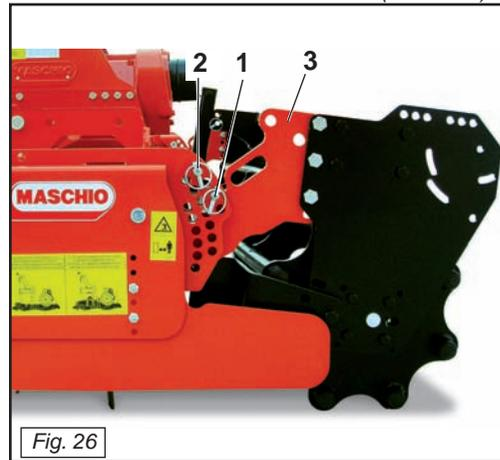

Fig. 26
A differenza della precedente il perno (2 Fig. 26) potrebbe anche non esserci, oppure posizionato nei fori più alti in modo tale da garantire una certa oscillazione al braccio (3 Fig. 26).
Unlike the previous method, the pin is either not needed (2 Fig. 26) or can be set in the highest holes, so as to allow the arm to swing to a certain extent (3 Fig. 26).
Contrairement au réglage précédent, la broche (2 Fig. 26) pourrait même ne pas y être ou être placée dans les
Im Unterschied zur vorherigen Einstellung kann der Bolzen (2 Abb. 26) auch nicht vorhanden sein oder sich in den Löchern ganz über befinden, um dem Arm (3 Abb. 26) ein gewisses
A diferencia de la regulación precedente, el perno (2 Fig. 26) podría incluso faltar, o bien podría estar ubicado en los agujeros más altos de manera que permita una cierta oscilación al
La possibilità di movimento del braccio (3 Fig. 26) consente alla macchina, qualora durante la lavorazione incontrasse un'ostacolo, di sormontarlo senza danni per il rullo, poiché il braccio stesso (3 Fig. 26), non essendo bloccato dai perni, può muoversi entro il campo di oscillazione fissato dalla spinatura del perno (1 Fig. 26).
*As the arm can move (3 Fig. 26), the machine can ride over any obstructions encountered during the tillage operations without the roller being damaged, as the actual arm moves within the swinging range established by the positions of the pin (1 Fig. 26), since it is no longer blocked by these latter.*
trous plus haut de manière à garantir une certaine oscillation du bras (3 Fig. 26). La liberté de mouvement du bras (3 Fig. 26) permet à la machine, au cas où celle-ci rencontre un obstacle pendant le travail, de le surmonter sans endommager le rouleau, puisque le bras (3 Fig. 26) qui n'est pas bloqué par les broches comme dans le réglage de «profondeur fixe» peut se déplacer dans la plage d'oscillation fixée par le brochage du axe (1 Fig. 26).
*Die Bewegungsmöglichkeit des Arms (3 Abb. 26) gestattet es der Maschine, falls sie bei der Arbeit ein Hindernis vorfindet, dieses zu überwinden, ohne die Walze zu beschädigen, weil der Arm (3 Abb. 26) nicht wie bei der «festen Arbeitstiefe» durch die Bolzen blockiert wird und sich daher frei in einem Oszillationsbereich bewegen kann, der durch die Verstiftung der Bolzen (1 Abb. 26) vorgegeben wird. Außerdem hat man bei der «variablen Arbeitstiefe» den Vorteil, vom Beginn bis zum der Arbeit ein fest gleichmäßiges Niveau der Bodenregulierung zu erhalten, weil der anfängliche Bodeneinzug der Maschine ebenso graduell erfolgt wie die Aushebung am Ende.*
brazo (3 Fig. 26).
La posibilidad de movimiento del brazo (3 Fig. 26) permite a la máquina la posibilidad, si durante el laboreo encontrara un obstáculo, de desmontarlo sin daños para el rodillo, puesto que el brazo mismo (3 Fig. 26), no estando bloqueado con pernos puede moverse dentro del campo de oscilación fijado por el escariado de l perno (1 Fig. 26).